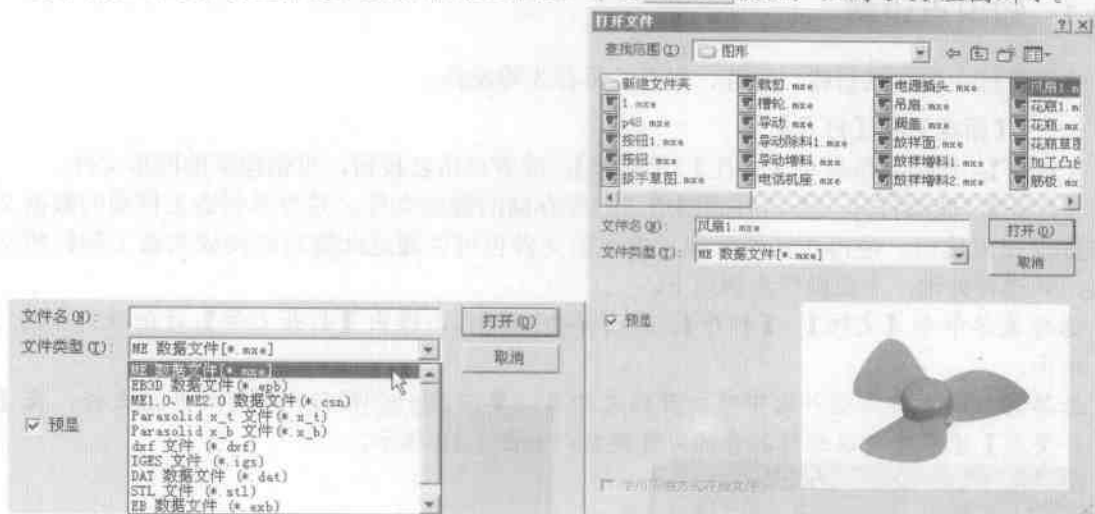

图1-11 文件打开
1. 选择菜单命令【文件】/【打开】，或者单击标准工具栏中的按钮，弹出【打开文件】对话框，如图 1-11 右图所示。
2. 选择相应的文件类型并选中要打开的文件名, 单击 **打开(O)** 按钮, 如图 1-11 左图所示。